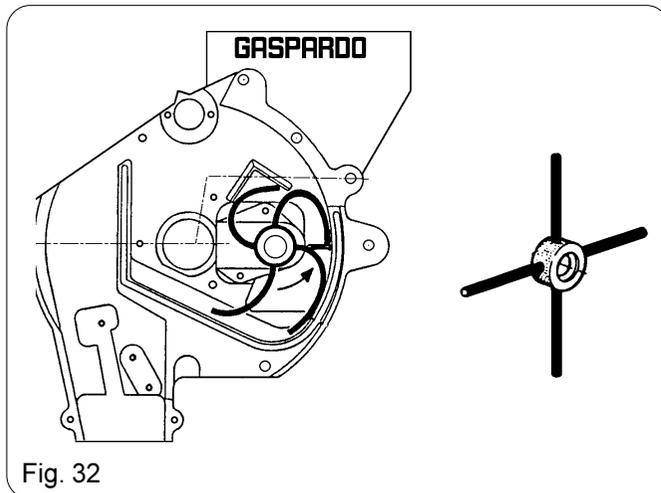

Fig. 32
Ha il compito di miscelare i semi all'interno del corpo distributore garantendo così un'alimentazione costante del disco di semina (fig. 32).
This particular device operates within the metering unit, ensuring a constant feeding of the seeds onto the seed plate (fig. 32).
Dieses besondere Rührwerk bringt die Saatgut an die Scheibenlöcher (fig. 32).
Il a pour fonction de remuer les graines à l'intérieur de l'unité de distribution afin de garantir une alimentation constante du disque de semis (fig. 32).
Sirve para mezclar las semillas all'interior del cuerpo distribuidor y garantizando alimentación constante (fig. 32).
Manometer (2): zeigt den Gebläsedruck von 0 bis 25 mbar. Die indikativen Durchschnittswerte der Gebläse kleiner Samen sind $8 \div 10$ mbar, pillierte Samen 0 mbar (Lasche ganz offen 4). Man erreicht die oben genannte Werte durch Erhöhung der Zapfwelledrehzahl und durch der Einstellung der Läschen (3 und 4, Bild 32), wobei bei Öffnen der Läschen die werte ab nehmen und beim Schliessen zunehmen, gleich bei dem Absaugen, wie bei dem Gebläse.